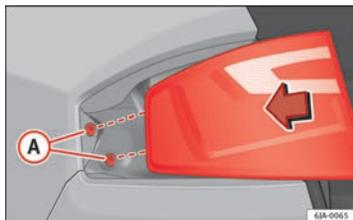

Fig. 160 Montare l'unità posteriore
- Premere il fanale di coda all'indietro (direzione di marcia del veicolo) incastrando i fissaggi nelle boccole in gomma ⇒ fig. 160 **A**.